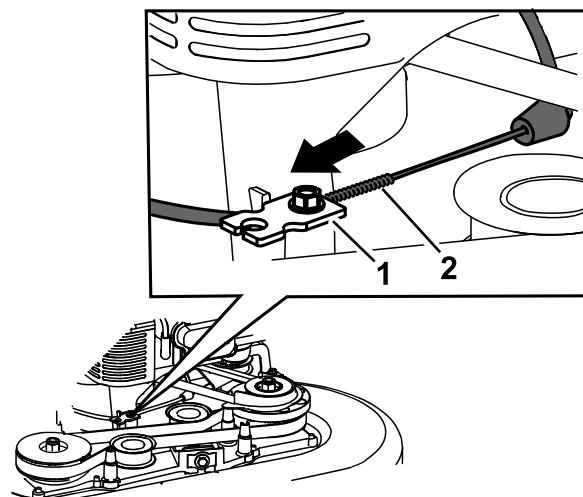

Figure 40
6. Tirez sur la gaine du câble jusqu'à ce qu'il n'y ait plus de mou (Figure 40).